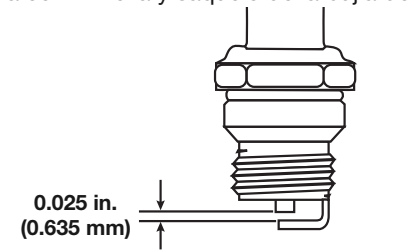

Fig. 32
- Apague el motor y espere que se enfríe. Utilizando un destornillador de cabeza plana o Torx T-25, quite los dos (2) tornillos en la parte posterior de la cubierta del motor y el que se encuentra en la parte delantera de la cubierta del motor (Fig. 32).
- Cambie las bujías que estén rajadas, sucias o deterioradas. Fije la separación de aire a 0,635 mm (0,025 pulgadas) utilizando un calibrador (Fig. 32).